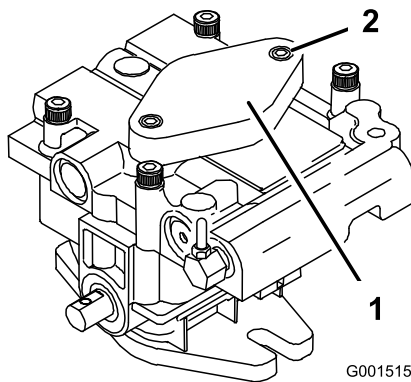

Figure 56
7. Pour amorcer la pompe de charge, desserrez deux vis à tête creuse hexagonale (Figure 56) de seulement un tour et demi. Le moteur doit être arrêté. Soulevez